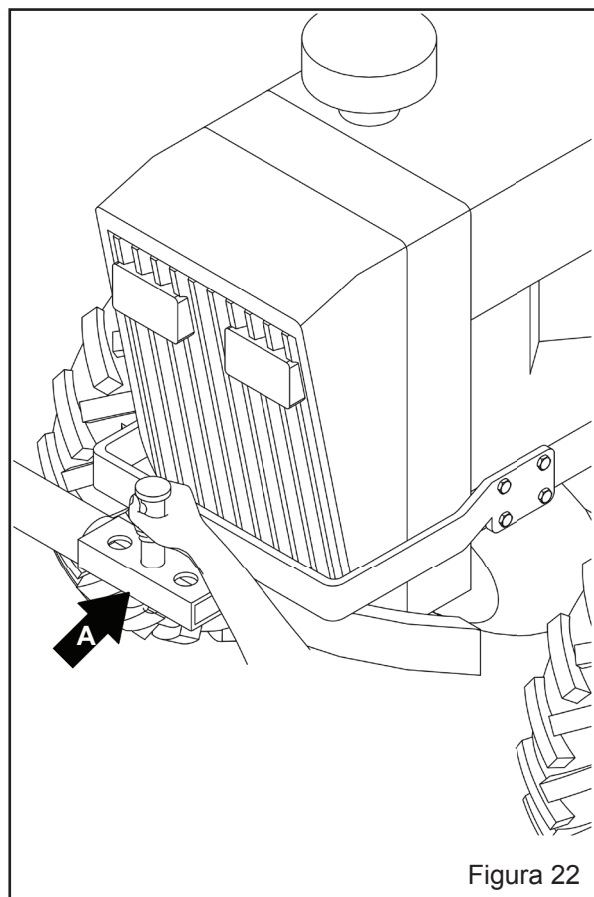

Figura 22
h) Posicione braço de engate dianteiro "A" (Figura 22) em um furo que coincida com o furo parachoque, de forma que o trator e a colhedora fiquem paralelos um ao outro e na distância recomendada no item "g".